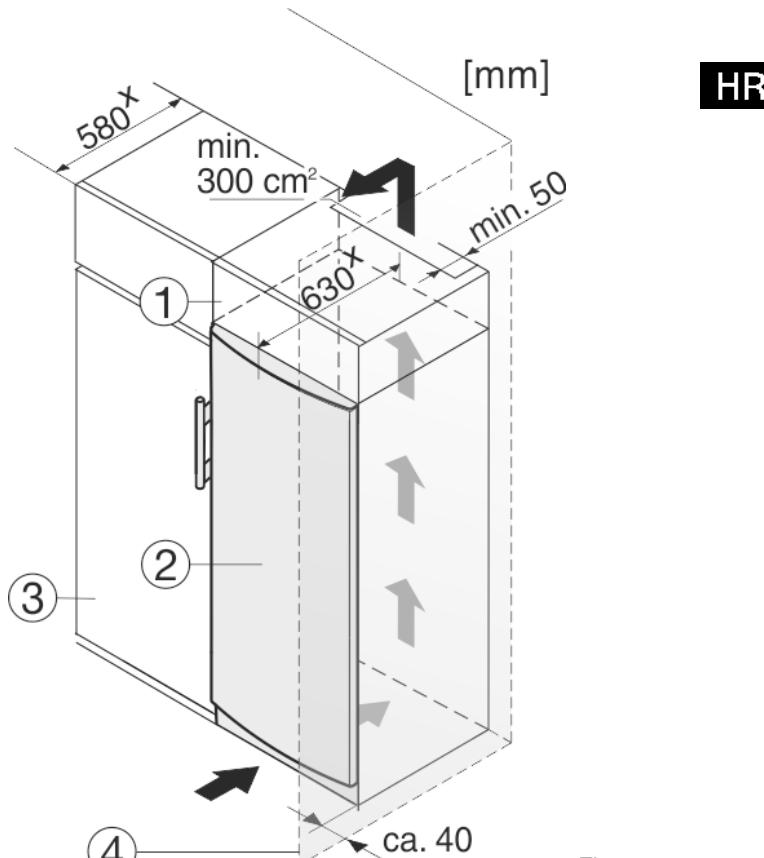

Fig. 9
(1) Viseći ormara
(2) Uređaj
(3) Kuhinjski ormara
(4) Zid
Uređaj se može adaptirati za ugradnju u kuhinjske ormare. Kako biste uređaj Fig. 9 (2) prilagodili visini kuhinjskog namještaja, iznad uređaja možete postaviti viseći ormara Fig. 9 (1).
Kod adaptacije s normalnim kuhinjskim ormarama (dubina maks. 580 mm) uređaj se može postaviti direktno uz kuhinjski orm Fig. 9 (3). Uređaj stoji bočno 34 mm x i u sredini uređaja 50 mm x nasuprot pročelju kuhinjskog ormara.
Kada se uređaj postavlja s okovima pored zida Fig. 9 (4), razmak između uređaja i zida mora iznositi najmanje 40 mm. To odgovara stajanju ručice kod otvorenih vrata.